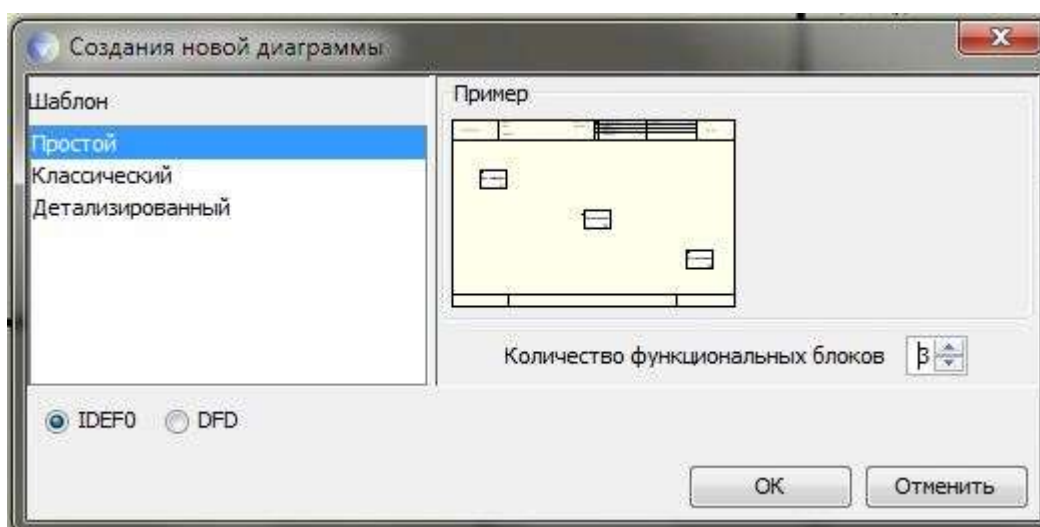

Рис. 3. Диалоговое окно декомпозиции работ
2. В диалоговом окне укажите число работ на диаграмме нижнего уровня - «3», а нотацию декомпозиции - IDEF (рис. 3), затем нажмите «ОК». Автоматически будет создана диаграмма декомпозиции.